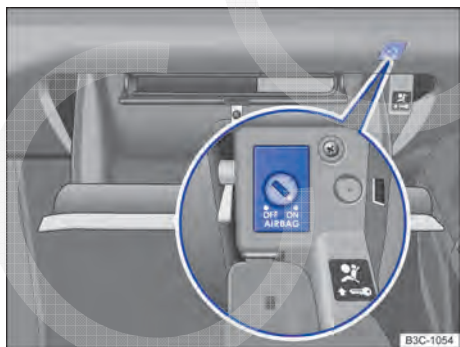

Fig. 75 No porta-luvas: interruptor acionado pela chave para desligar e ligar o airbag frontal do passageiro.
- Colocar a chave de emergência no interruptor acionado pela chave no porta-objetos ⇒ Fig. 75 até a segunda resistência. Então, a chave de emergência é inserida em aproximadamente 3/4 no interruptor acionado pela chave ⇒ Ⓛ.
- Colocar a chave de emergência no interruptor acionado pela chave no porta-objetos ⇒ Fig. 75 até a segunda resistência. Então, a chave de emergência é inserida em aproximadamente 3/4 no interruptor acionado pela chave ⇒ ❶.